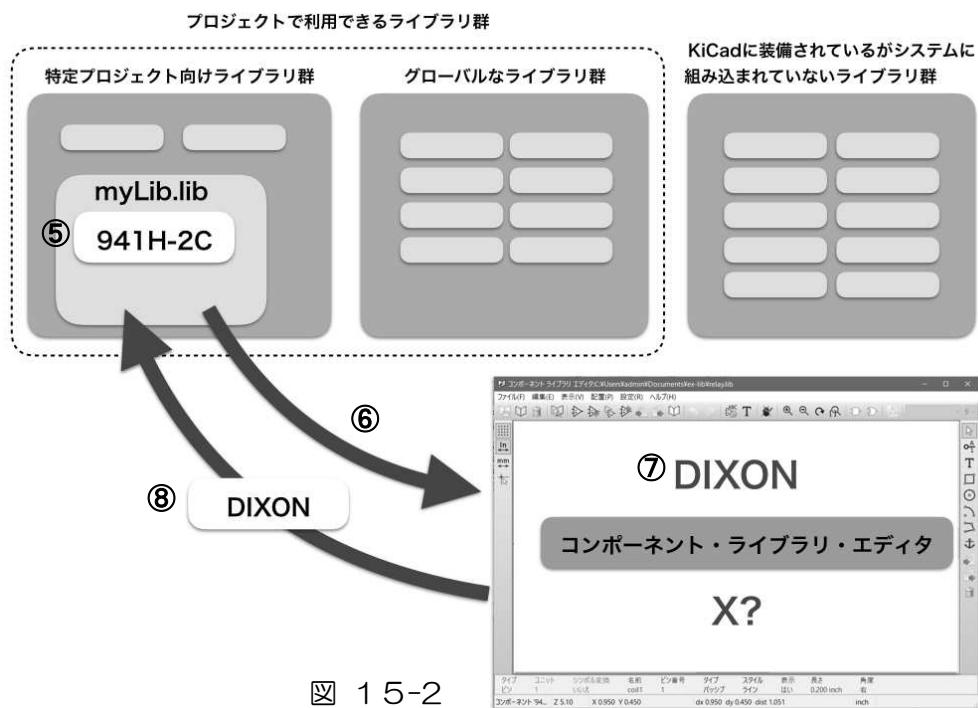

図 15-2
### (2) コンポーネント・ライブラリに複数のコンポーネントを収容する方法 図 15-2